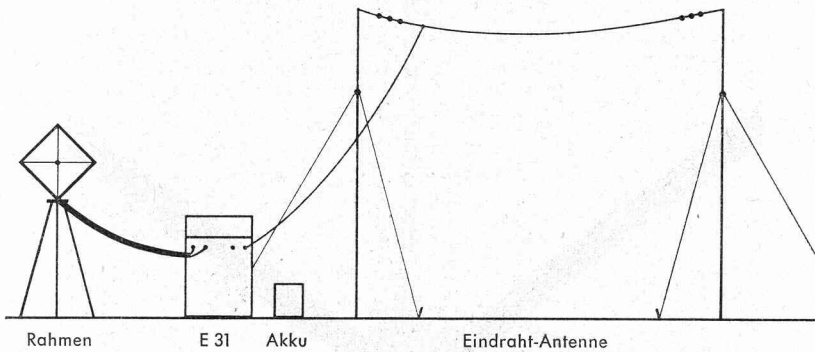

Bild 41. Empfang mit kombinierter Antenne.
Aufbau und Anschluß der kombinierten Antenne ist aus Bild 41 ersichtlich. Für die Wirksamkeit der kombinierten Antenne ist erforderlich, daß Rahmen- und Eindraht-Antenne möglichst weit **auseinanderliegen**.
1. Antennenkopplung (C) in Stellung 5 bringen.
2. «Antennen-Amplitude» (B) von Null an nach links drehen, bis der Störsender am schwächsten (Minimum) hörbar ist. Ist kein Minimum zu finden und wird die Störwelle beim Drehen des Griffes B nach links immer lauter, so ist der Antennenwahlschalter auf Stellung II zu bringen. Nochmaliges Durchdrehen des Griffes B von Null an nach links, und in der Stellung der minimalen Störsender-Lautstärke belassen.
3. Durch langsames Drehen der Antennen-Kopplung (C) die Lautstärke des Störsenders weiter vermindern (Minimum suchen).
5. Durch Aufdrehen der «Antennenphase (D) von Null an noch weiter Minimum des Störsenders suchen.
- Rahmenantenne und Eindrahtantenne müssen möglichst weit voneinander aufgestellt werden, damit sie sich gegenseitig nicht stören. (Empfänger am besten in der Mitte zwischen den beiden Antennen. Bild 41.)